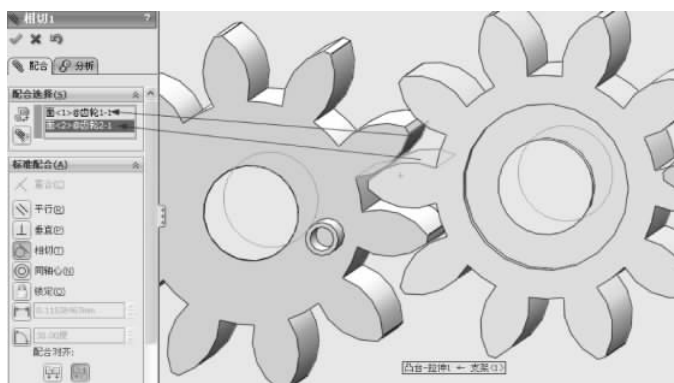

图 3-85 添加相切配合
(8) 添加相切配合, 在【标准配合】选项组下选择【相切】配合类型 , 单击【配合选择】选项组下的选择框, 然后在图形区域中选择左侧齿轮上的一个齿面和中间齿轮上的一个齿面, 如图 3-85 所示, 单击【确定】按钮 , 完成相切的配合。